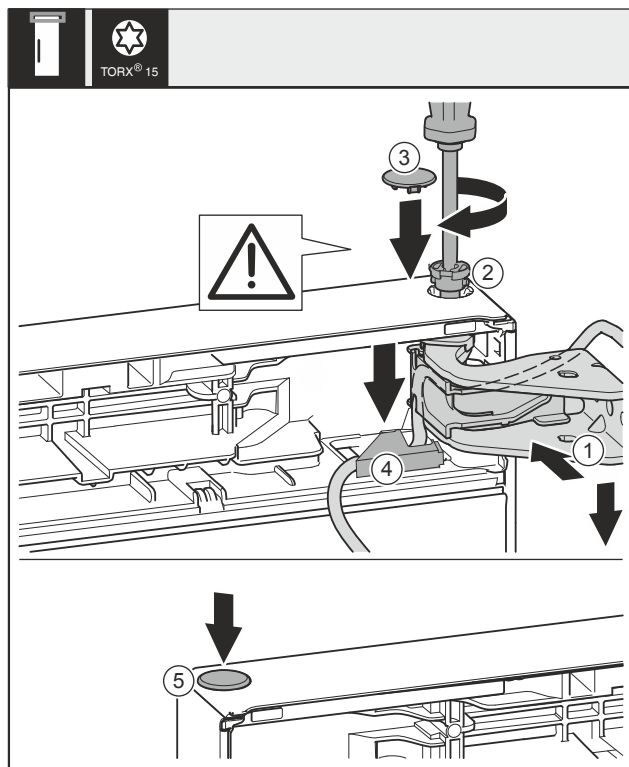

Fig. 43
- ▶ Vrata zgoraj naravnajte na odprtino v ležajnem podstavku Fig. 43 (1).
- ▶ Vstavite sornik Fig. 43 (2) in ga zategnite z izvijačem.
- ▶ Montirajte varovalni pokrov za varovanje vrat: Vstavite varovalni pokrov Fig. 43 (3) in preverite, če se nalega na vrata. Sicer popolnoma vstavite sornike.
- ▶ Vstavite pokrov Fig. 43 (4) in ga potisnite navzdol, da se zaskoči.
- ▶ Vstavite čep Fig. 43 (5).